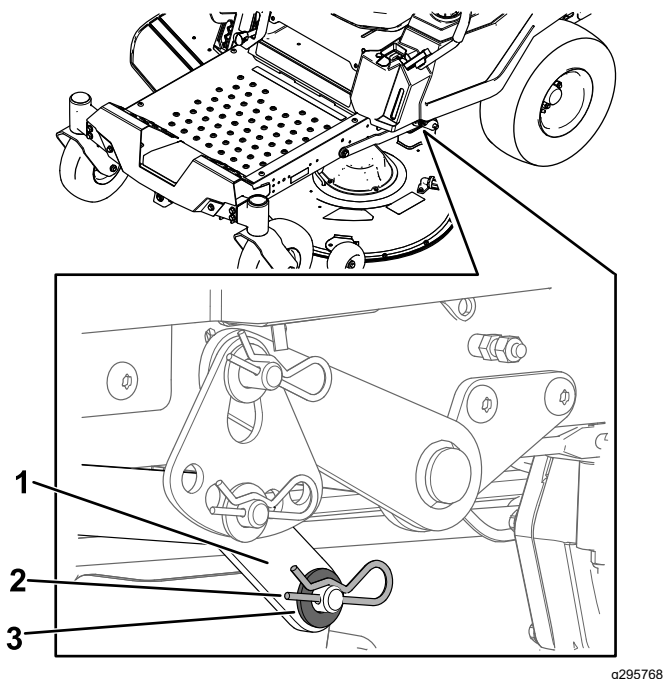

Figura 71
6. En un lado de la máquina, retire la arandela y la chaveta del pasador de la carcasa (Figura 71).
7. Retire el brazo de elevación del pasador de la carcasa (Figura 71).
de elevación en el pasador de la carcasa (Figura 71).
6. Instale el brazo de elevación usando la arandela y la chaveta (Figura 71).